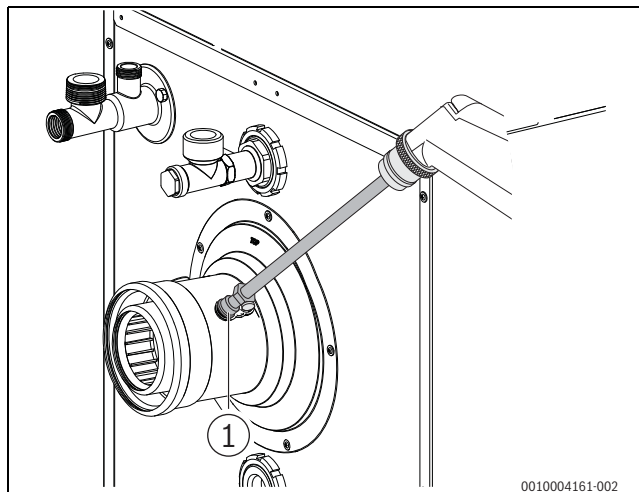

Bild 56 Messwerte aufnehmen
- ▶ Messfühler durch die Messöffnung (→ Bild 56, Seite 30) im Abgasrohr in den Kernstrom halten und CO₂/O₂-Gehalt kontrollieren.